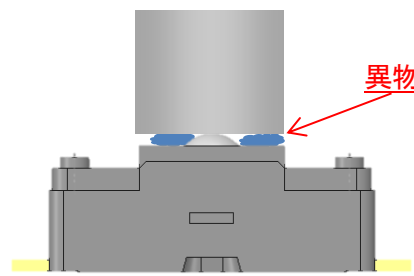

図 5. 加圧子と HFD-500S との間の異物
- ・ユーザー様加圧子と本センサの間に異物がないようにしてください。(図 5)